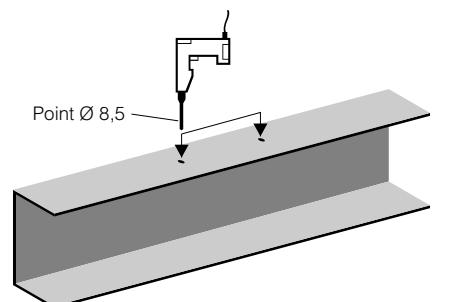

Fig. 3
- Oter le gabarit et élargir les trous effectués sur l'arcade avec une pointe d'un diamètre de 8.5 mm (Fig.3).